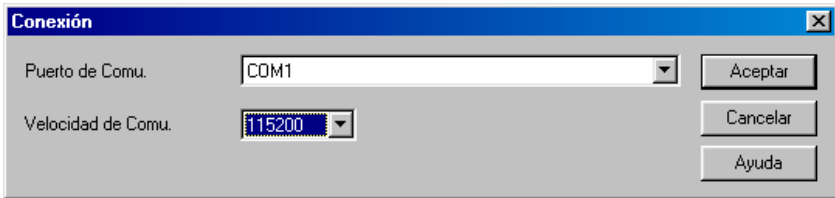

Figura 6-2
- Haga clic en el botón Configurar Instrumento y aparecerá la ventana de Conexión (vea Figura 6-2).
NOTA: El instrumento debe ser configurado con la misma velocidad de comunicación que se especifica en la Figura 6-2. Si no lo está, usted debe seleccionar la velocidad que corresponda o cambiar la velocidad del instrumento.